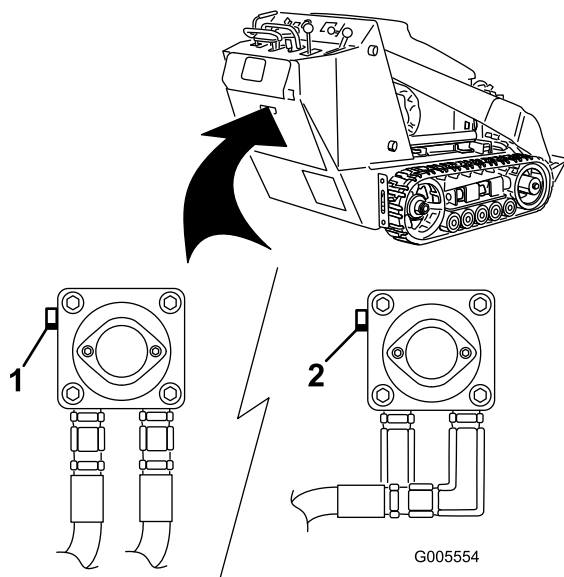

Bild 18
3. Drehen Sie die Schleppventile auf der Hydraulikölpumpe mit einem Schraubenschlüssel zweimal entgegen dem Uhrzeigersinn (Bild 18).